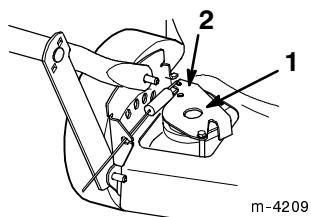

Figure 73
3. Appuyez sur le support d'entraînement jusqu'à ce qu'il touche la tondeuse, puis maintenez-le en place (Fig. 73).